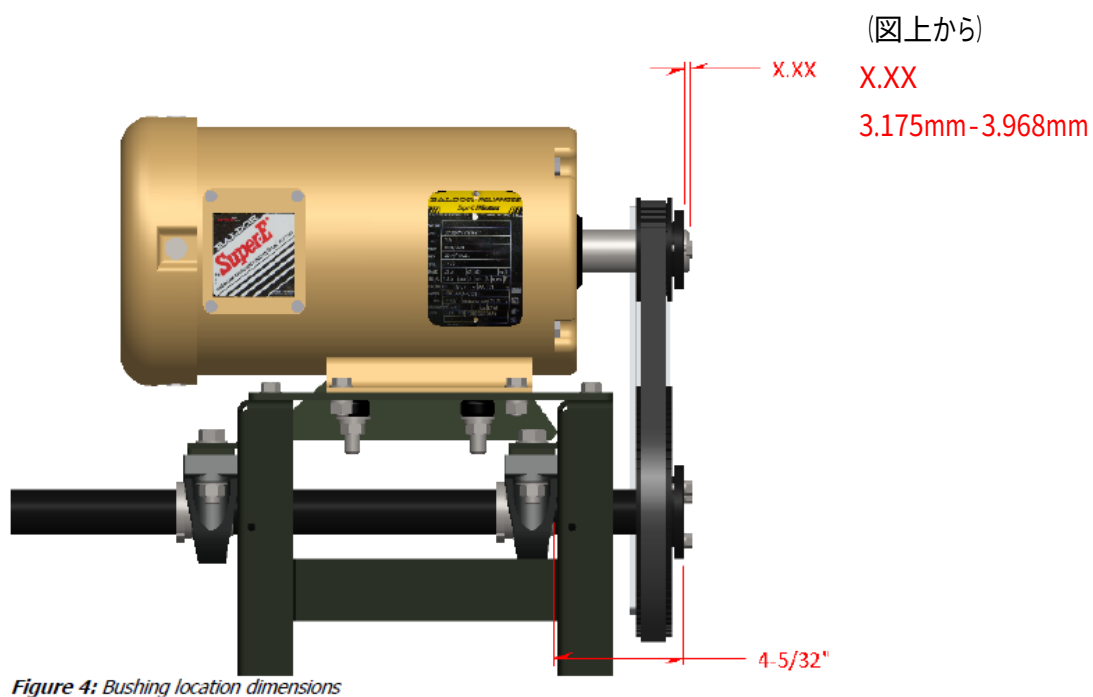

図 4 ブッシュ位置
装置各部を取り外しまたは分解する前に、図 4 で示すようにモーターシャフトにおけるブッシュの位置を注意して計測し (X.XX)、記録してください。この計測値は再組み立ての際に必要になります。
17. モータープーリーをプッシュに差込、分解前に記録した位置にずらして固定してください。(図 4 参照)